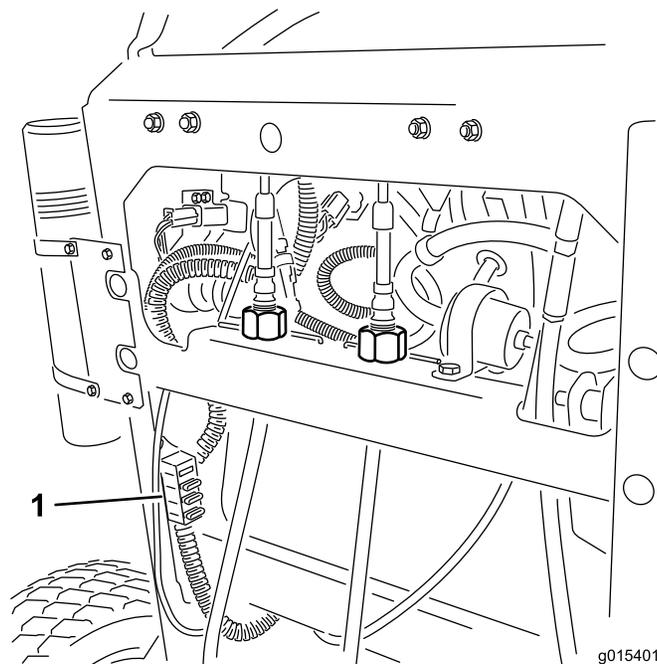

Figura 54
2. Puxe o fusível para fora para o retirar ou substituí-lo (Figura 54).
Nota: Certifique-se de que é instalado um fusível de tamanho correcto Figura 54.